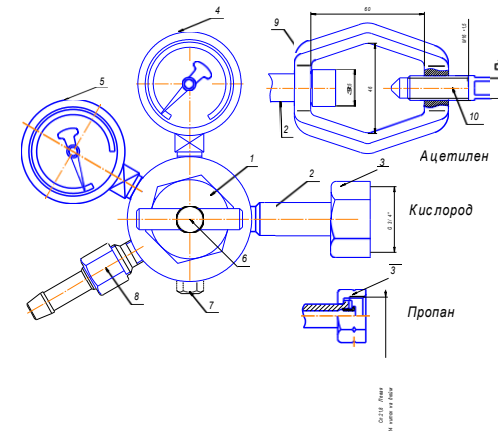

Рис. 1. Редуктор баллонный одноступенчатый:
Редуктор присоединяется к источнику питания газом через входной штуцер (2) (см. рис.1) накидной гайкой (3) с резьбой 3/4” (СП21,4-14).